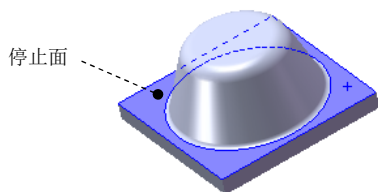

图 7.4.5 选取停止面
Step2. 创建成形工具 1。选择下拉菜单 **插入(I)** → **钣金(B)** → **成形工具** 命令，系统弹出“成形工具”对话框；激活“成形工具”对话框 **停止面** 区域，选取图 7.4.5 所示的“停止面”；单击 按钮，完成成形工具的创建。